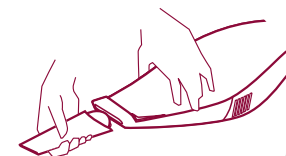

Рис. 7
- Чтобы извлечь пыль и твердые материалы из узких промежутков, установите насадку E. (рис. 7)